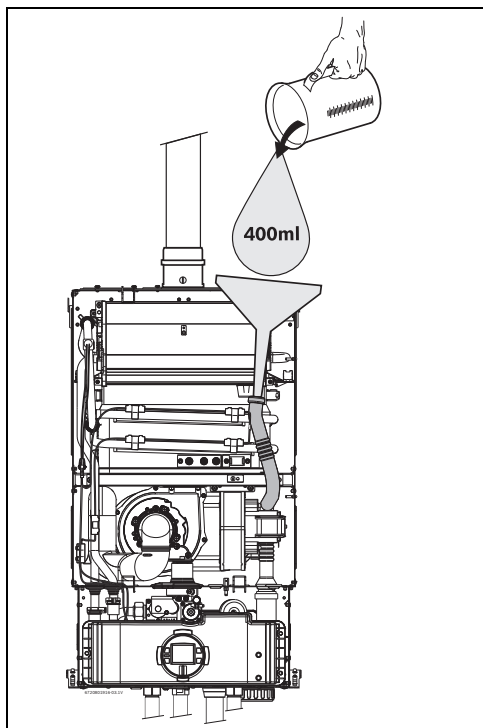

Fig. 63 Riempimento del serbatoio, con acqua
- ▶ Riempire il serbatoio di raccolta condensa con circa 400 ml di acqua direttamente dal tubo di scarico condensa. Per evitare danni all'apparecchio, inserire un imbuto nell'estremità del tubo (Fig. 63 ).
- ▶ Posizionare la centralina in posizione di "Manutenzione" facendo agganciare la sua parte posteriore ai fori presenti sul telaio in lamiera dell'apparecchio (vedere Fig. 63).